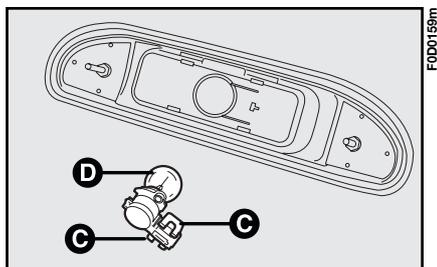

fig. 26
3) appuyer sur les deux moiettes de blocage **C**-fig. 26 et dégager le porte-lampe;